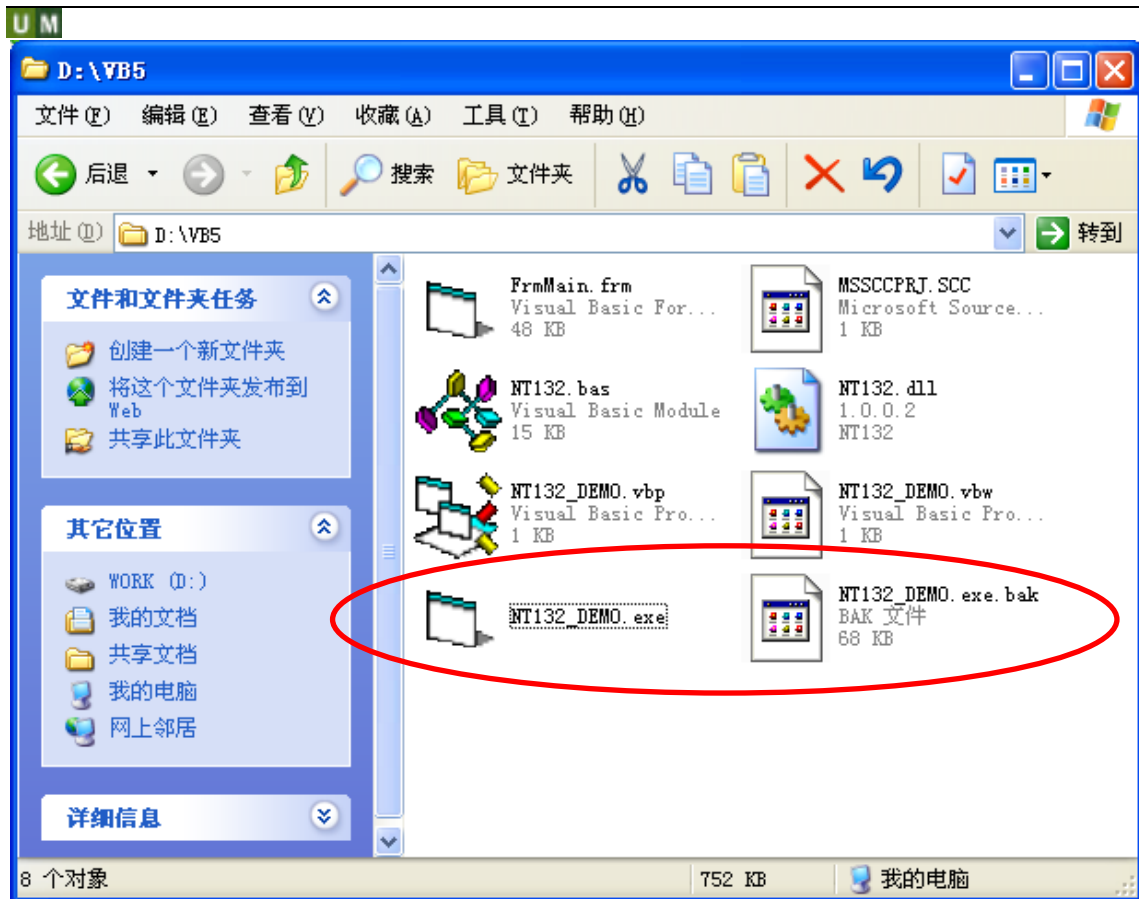

图 7.20 DLL 外壳加密结果
10. 最后单击“开始加密”按钮，即可对选中的EXE文件进行加密，结果参考如图7.20所示。其中，NT132_DEMO.exe文件是加密后的文件；NT132_DEMO.exe.bak为没加密的EXE文件的备份。